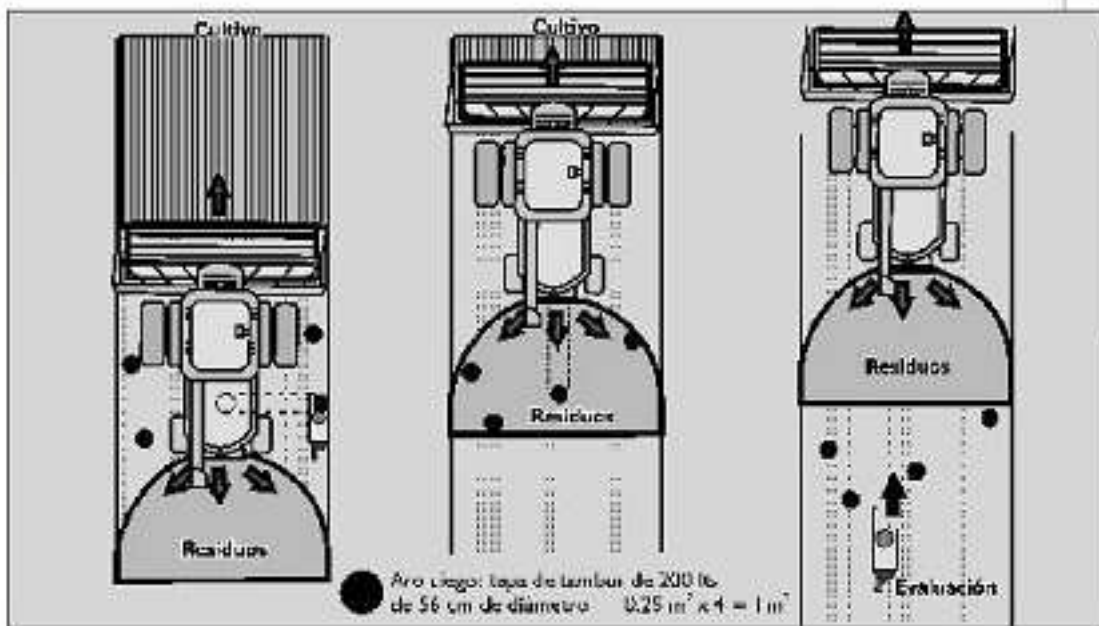

Figura 16. Evaluación de pérdidas por cola y cabezal en soja. Fuente: INTA PRECOP, 2006.
Se determinan arrojando 4 aros ciegos después del paso del cabezal y antes que caiga el material por la cola, uno por debajo del cajón de zarandas de la cosechadora (zona central), y los 3 aros restantes en el área que abarca el cabezal y antes del paso del triturador y esparcidor de granza. Para Soja, 60 granos ó 10 gramos recogidos en los cuatro aros ciegos, representan 100 kg/ha de pérdida por cola (Figura 16). En esta evaluación de pérdidas, la cosechadora debe trabajar en forma normal, o sea, con desparramador y esparcidor colocado.
**Procedimiento a seguir:** Recoger todos los granos sueltos y los obtenidos de las vainas desgranadas que hayan quedado por debajo de los cuatro aros ciegos, obteniendo así la muestra de 1 m2 que incluye la pérdida de cabezal más la pérdida de precosecha (lo que ya estaba caído en el suelo antes del paso de la cola de la cosechadora) (Figura 16). Posteriormente, para obtener las pérdidas por cabezal, se le deben restar las pérdidas de precosecha en caso de que las hubiera.